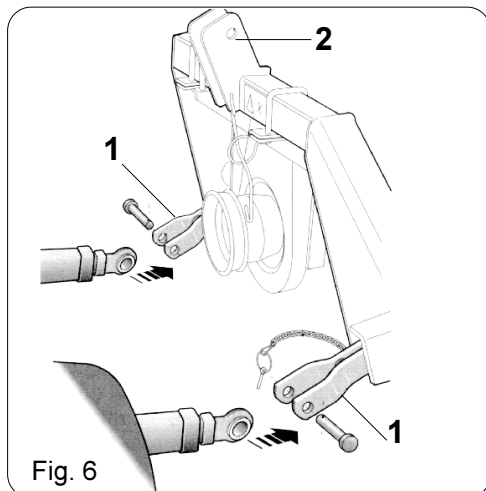
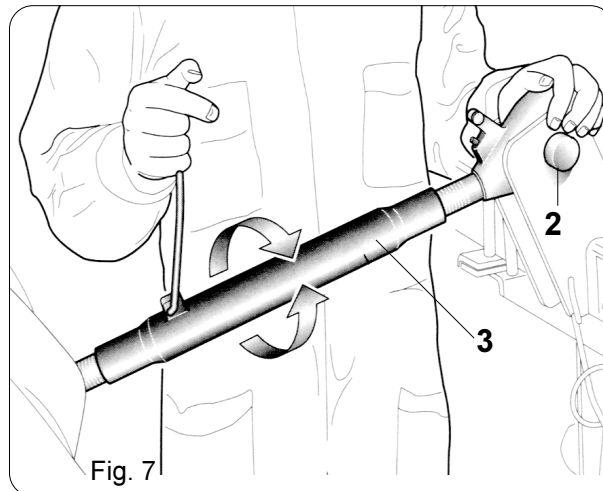
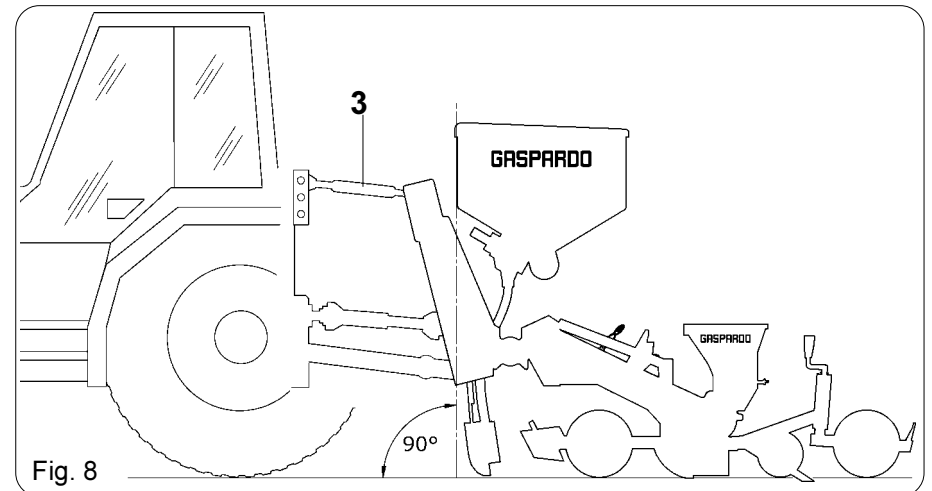

Fig. 6
Fig. 7
Fig. 8
- 1) Agganziare le barre del sollevatore sui perni predisposti (1 Fig. 6). Bloccare con le copiglie a scatto.
- 3) Collegare il terzo punto superiore (2 Fig. 6 - 7); la spina va bloccata con l'apposita copiglia; mediante il tirante di regolazione (3 Fig. 7 - 8) fare in modo che la seminatrice sia perpendicolare al terreno (Fig. 8).
- 1) *Hook the lifter bars onto the pins provided (1 Fig. 6) Block with the snap split pins.*
- 3) *Connect the third upper point (2 Fig. 6 - 7); the pin will be blocked with the appropriate split pin; use the adjusting tie-rod (3 Fig. 7 - 8) to keep the seeder perpendicular to the ground (Fig. 8).*
- 1) Die Hubvorrichtungstangen in die vorhandenen Bolzen einhängen (1 Abb. 6) und mit den Sicherheitssplints blockieren.
- 3) Den oberen dritten Punkt (2 Abb. 6 - 7) ankuppeln. Der Stift muß durch seinen Splint blockiert werden; mit der Einstellzugstange (3 Abb. 7 - 8) die Sämaschine senkrecht zum Boden ausrichten (Abb. 8).
- 1) *Accrocher les barres de l'élevateur aux pivots prévus à cet effet (1 Fig. 6). Bloquer par les goupilles à encliquetage.*
- 3) *Relier le troisième point supérieur (2 Fig. 6 - 7); bloquer la cheville par la goupille "ad hoc". Positionner le semoir perpendiculairement au sol (Fig. 8) par l'entretoise de réglage (3 Fig. 7 - 8).*
- 3) Conectar el tercer punto superior (2 Fig. 6 - 7); la clavija tiene que bloquearse con el respectivo pasador; a través del tensor de regulación (3 Fig. 7 - 8) tratar que la sembradora se encuentre en posición perpendicular al terreno (Fig. 8).